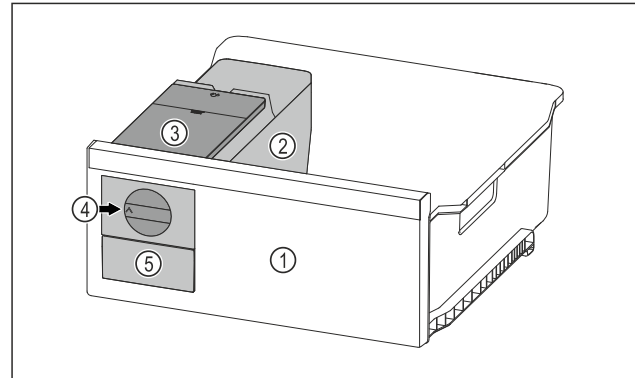

Fig. 163 Représentation à titre d'exemple
- Tourner le bouton rotatif Fig. 163 (4) dans le sens horaire jusqu'à la butée.
- Les glaçons tombent du bac à glaçons dans le tiroir à glaçons Fig. 163 (5).